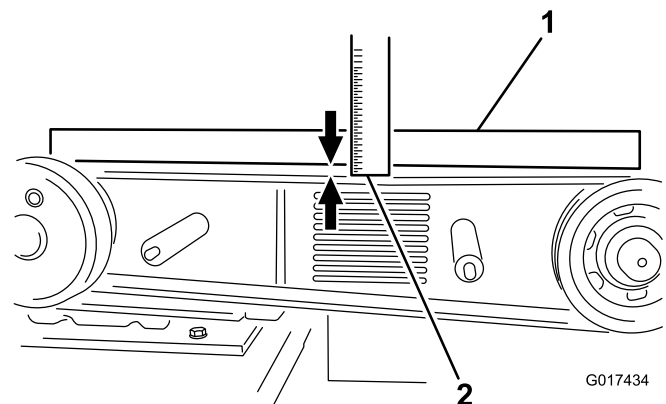

Figure 26
8. Placez une règle de vérification en travers des poulies d'embrayage et de volant moteur. Serrez le boulon de tension de la courroie de sorte à obtenir une flèche de 10 mm lorsqu'une pression de 6,8 kg est exercée au centre du brin (si vous retendez une courroie existante), ou lorsqu'une pression de 8 kg est exercée sur une courroie neuve (Figure 26).